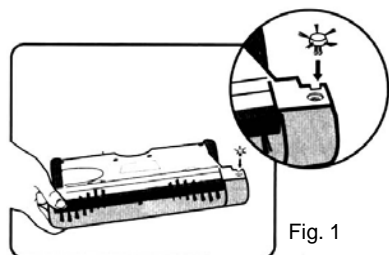

Fig. 1
1. En caso de que el accesorio para bordes no esté instalado en la barredora, insértelo en el agujero “cuadrado” debajo del cabezal eléctrico de la barredora. Con cuidado, presiónelo firmemente hasta que enganche en su lugar. (Fig. 1).